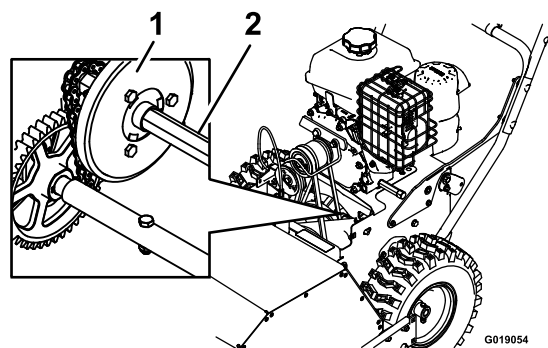

Figura 21
4. Sumerja un pincel limpio, largo y de punta fina, en aceite de motor, y lubrique ligeramente el eje hexagonal (Figura 21).
Importante: No manche de aceite la rueda de goma o el plato de arrastre por fricción de aluminio, porque la transmisión patinaría (Figura 21).